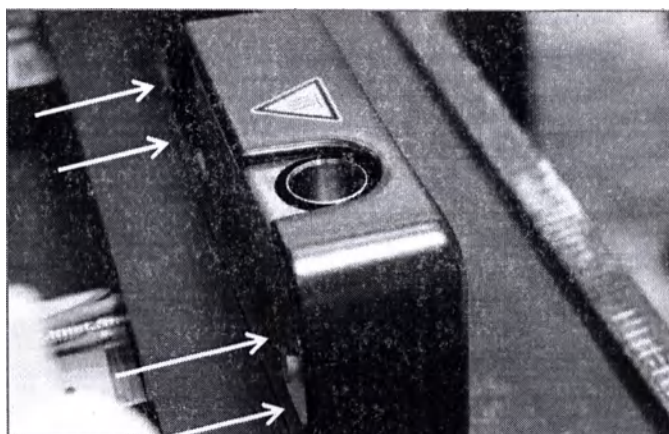

РИСУНОК 0-7: Снять 4 винта на задней части нагревателя для снятия черного защитного блока.
3. Снять черный защитный блок нагревателя (он прикреплен сзади 4 шестигранными винтами, см. *РИСУНОК 0-7*).